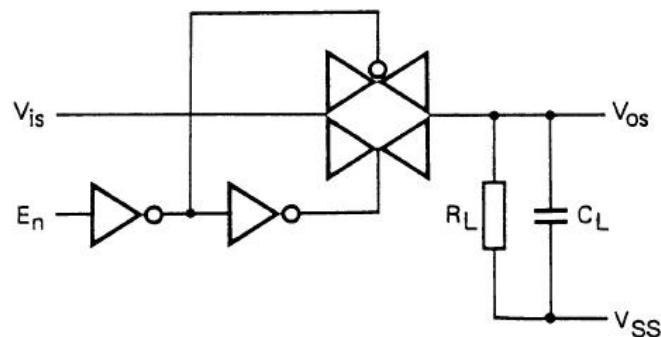
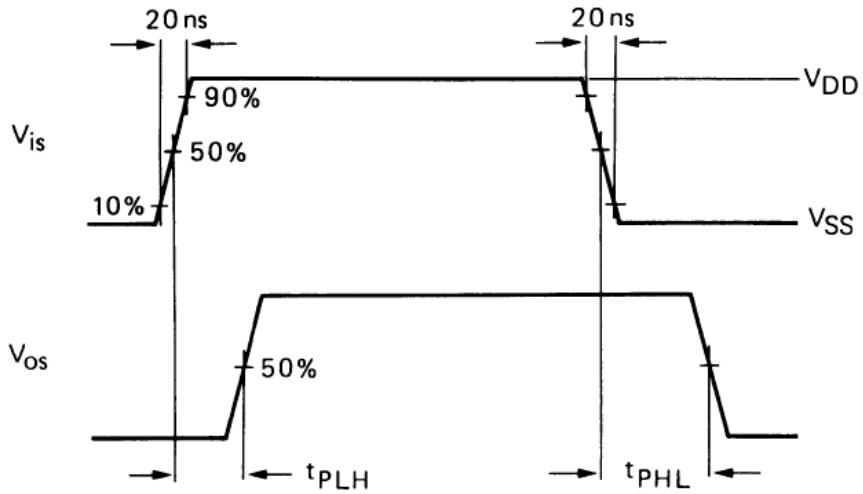
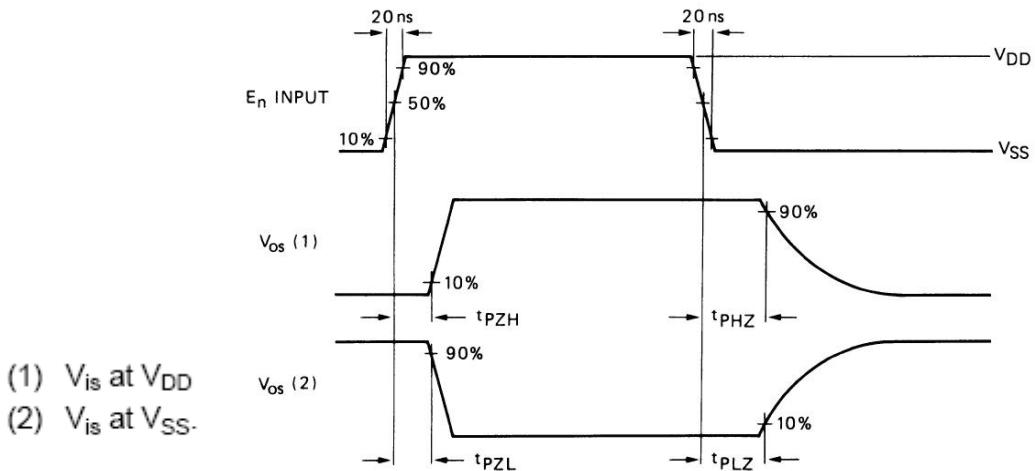

图 6
图10 传输延时
图11 输出使能与禁止延时
3. RL = 10 k (对地) ; CL = 50 pF (对地) ; En = V_{DD}; Vis = V_{DD} (方波); 见图6 和 图10。
测试t_{PLZ} 和t_{PZL}时, Vis = V_{SS} and RL接 V_{DD} ; 见图6 和图11.
7. $RL = 10 k\Omega$ (对地); $CL = 15 \text{ pF}$ (对地); $E_n = V_{DD}$ (方波); 串扰为 V_{OS} (峰值); 见图6;